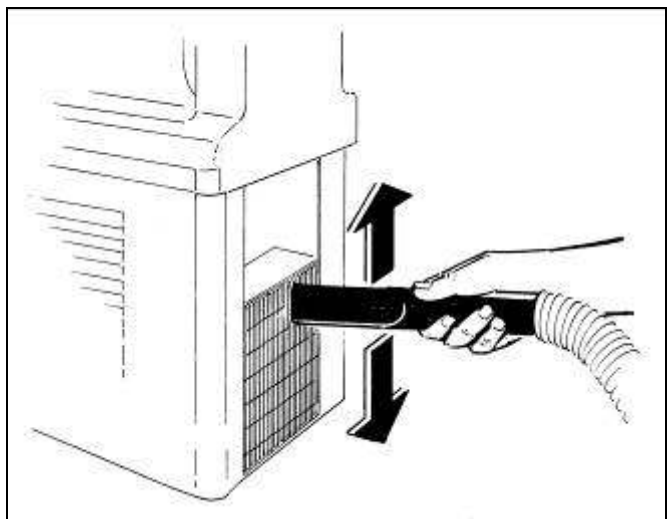

Fig. 27
- Con un aspiratore rimuovere la polvere infiltratasi tra le lamelle del condensatore (fig.27).